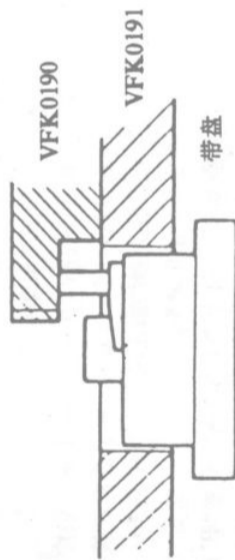

图 48
④如图48所示，测量出带盘顶部表面的高度，然后对另一带盘进行同样的测量；
⑤如果差值超过0.2mm(高于或低于)，可更换一个厚度合适的在带盘底下多层滑动的垫圈。垫圈的规格有0.2mm、0.3mm和0.5mm三种厚度。